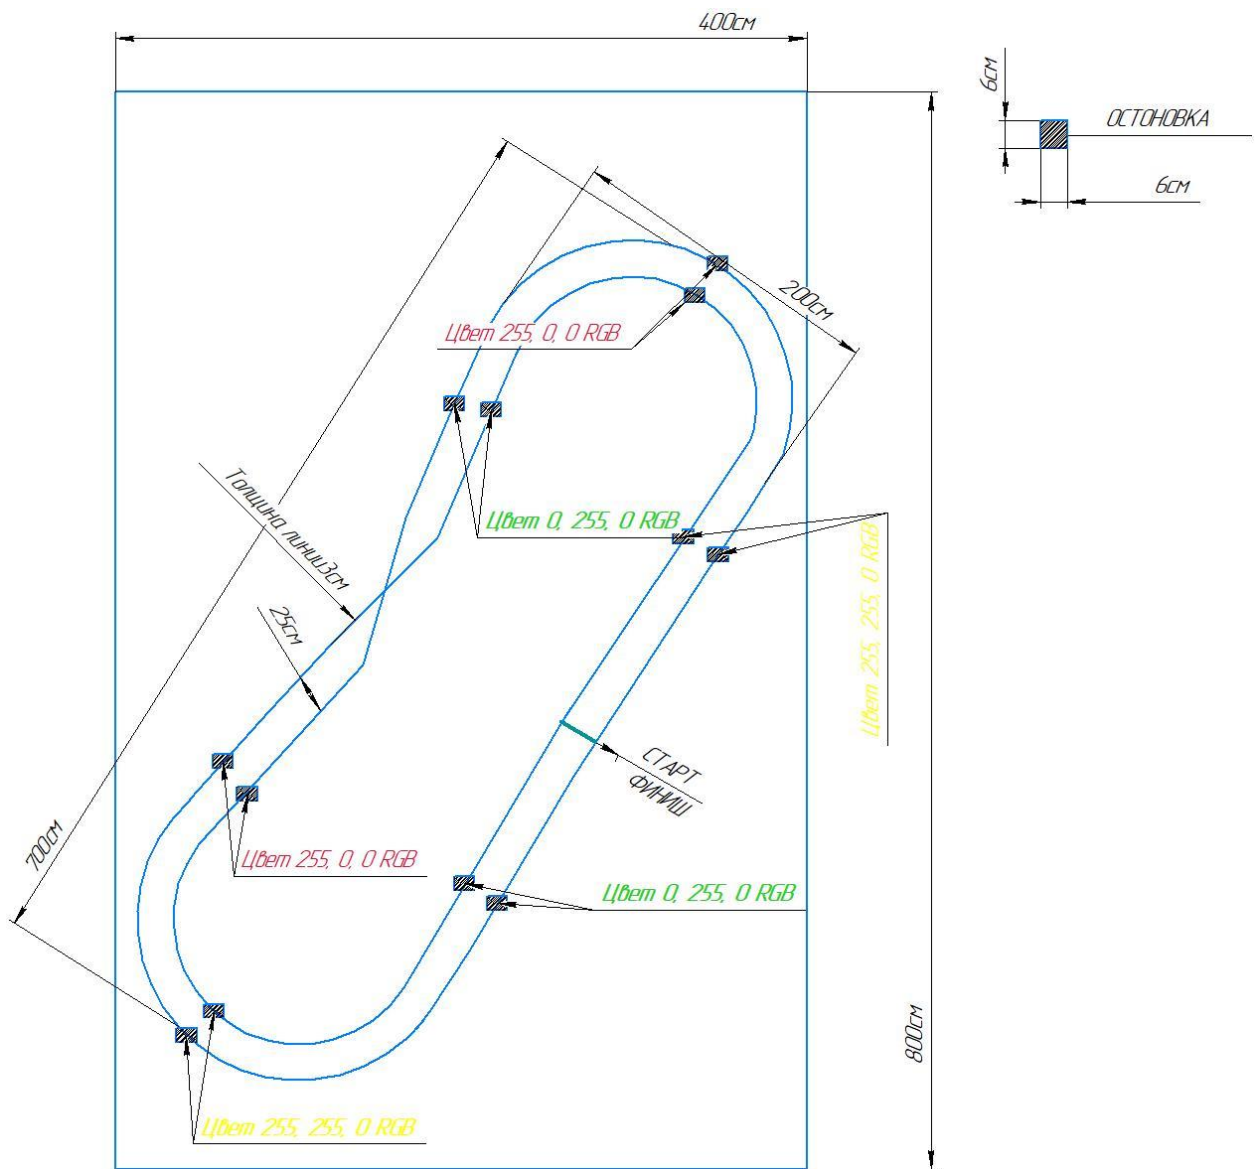

Рис. 1 Игровое поле «Трек Кругобайкальская ЖД»
3.1. Игровое поле для младшей возрастной группы представляет собой «шорт-трек» с контурами Кругобайкальской железной дороги с шестью станциями обозначенными разными цветами, прямоугольной формы размерами 8x4 метров (рис. 1).